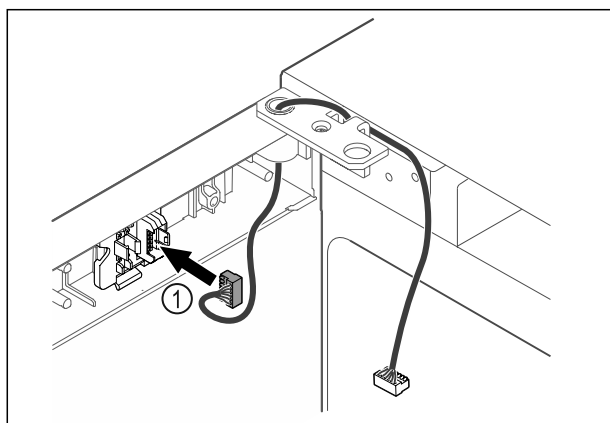

Fig. 44
- ▶ Utakните utikač Fig. 44 (1) u držač utikača.